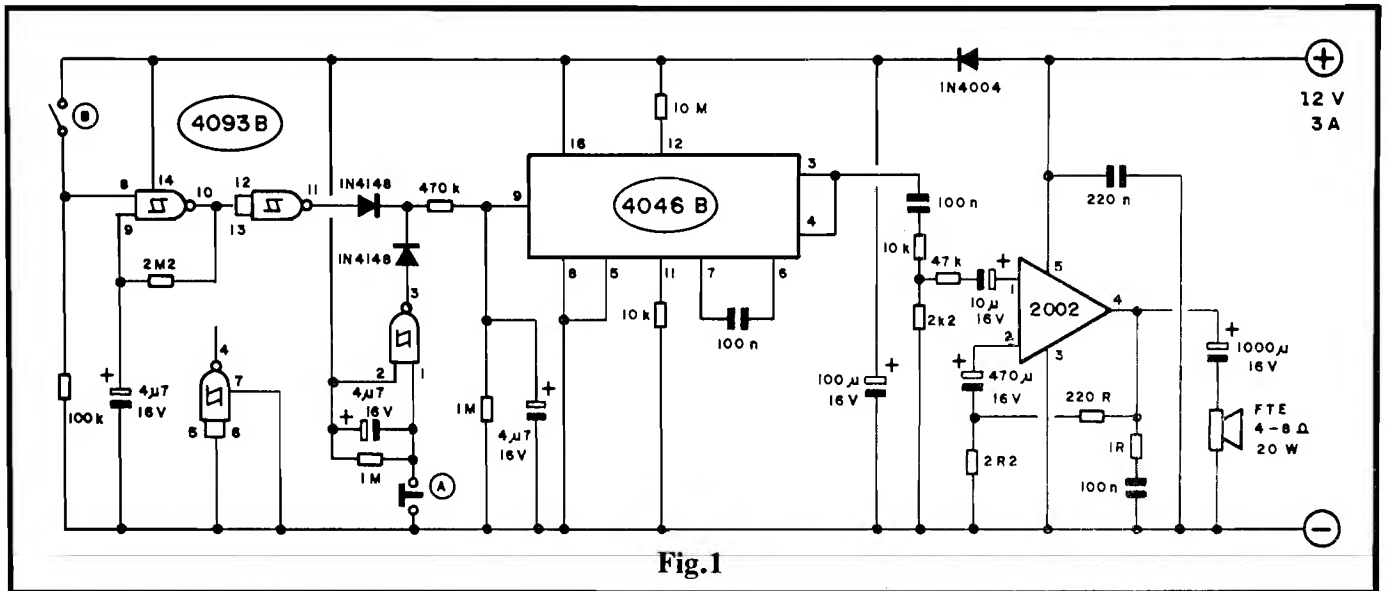

Fig.1
- FIG. 1 - O CIRCUITO - No "meio" do diagrama, e também no "coração" eletrônico da SIRAUA, temos um versátil Integrado da família digital C.MOS, código 4046B, que contém complexos blocos lógicos e analógicos internos capazes de fazê-los funcionar como eficiente VCO (Oscilador Controlado de Tensão) de faixa ampla... É justamente essa "habilidade" do Integrado que exploramos no circuito... Os resistores e capacitor diretamente ligados aos seus pinos de acesso, determinam a tonalidade básica da oscilação (mais ou menos centrada na faixa de áudio, para ótimo aproveitamento tonal...), enquanto que o pino 9 pode receber as Tensões de controle, a partir de cujos níveis momentâneos os clocks internos determinam suas reais Frequências... Dois tipos de rampas de Tensão são gerados (para aproveitamento pelo dito pino 9 de controle do 4046B) por um segundo Integrado C.MOS, este tipo 4093B... O gate delimitado pelos pinos 1-2-3, controlado pelo push-button "A", oferece um ciclo completo e "solitário" (rampa de